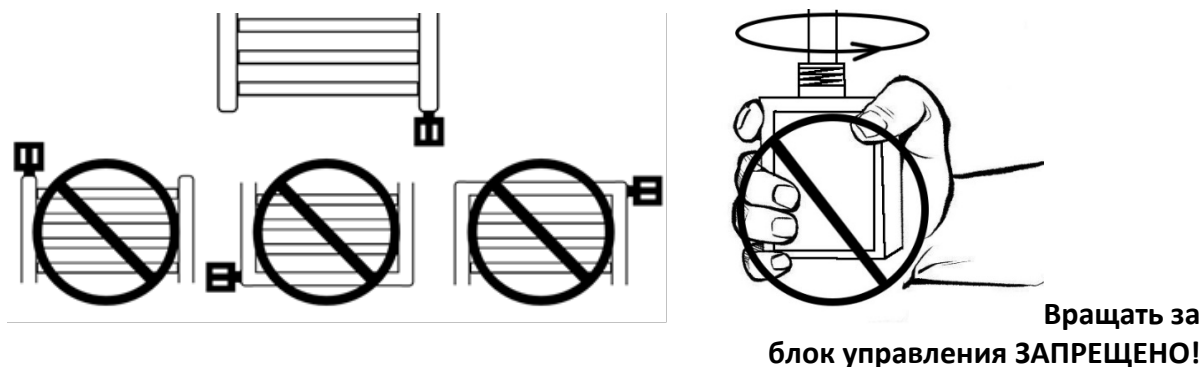

Рис. 3.1. Установка электронагревателя.
4.1. В процессе эксплуатации ТЭН (в сборе с сенсорным блоком управления) должен располагаться в радиаторе в вертикальном положении (рис. 3.1.).